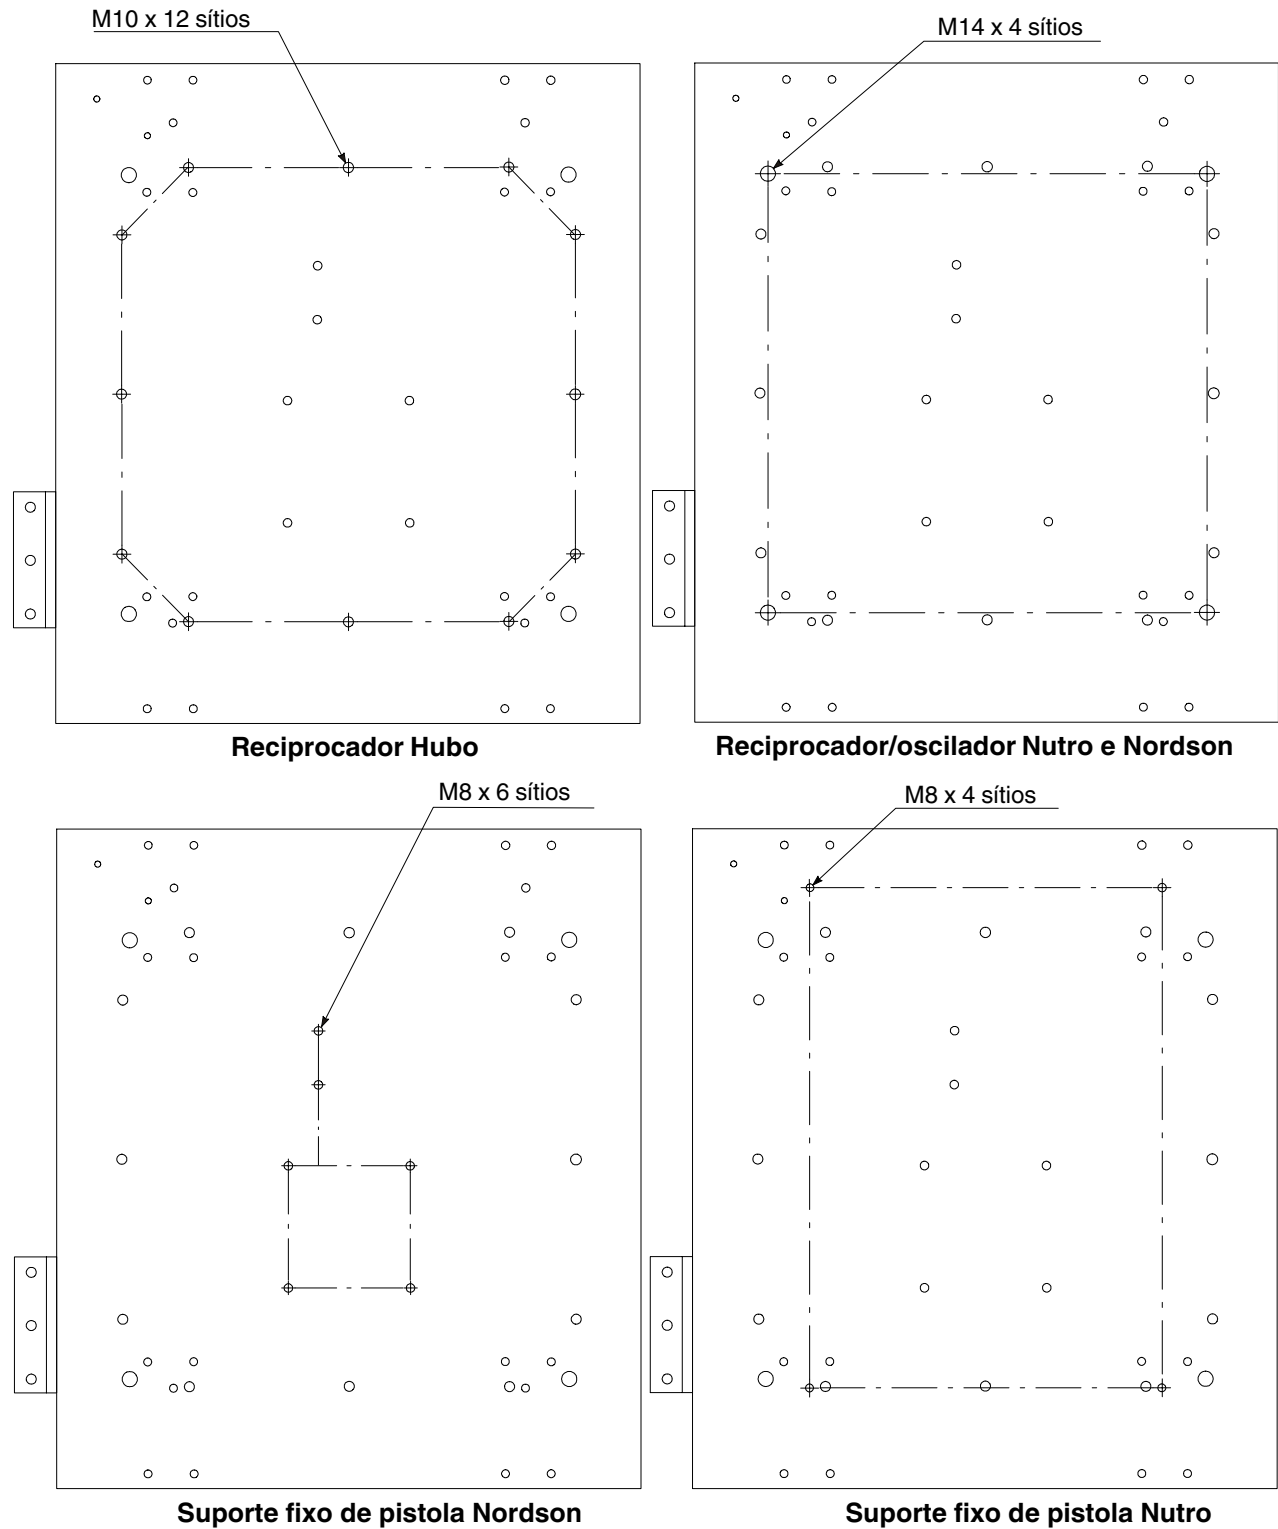

Figura 5 Padrões de furos de carro
2. Consulte as figuras 4 e 5. Utilizando o equipamento de elevação apropriado, monte o oscilador, reciprocador, ou o suporte fixo de pistola (1), no carro (2) e aparafuse-o no seu lugar ao carro com parafusos de cabeça sextavada, anilhas de segurança e anilhas planas correctamente dimensionados. A figura 5 inclui os padrões dos furos do carro para diversos suportes fixos de pistola, osciladores e reciprocadores.
4. Aparafuse a base do posicionador (3) ao chão com parafusos de ancoragem M10 x 75 (4).
5. Para proporcionar um percurso protegido para os cabos do oscilador ou do reciprocador, monte o porta-cabos (8) e a tampa (7) no posicionador do seguinte modo:
- a. Retire a placa obturadora (9) do topo do alojamento do accionamento.
- c. Monte o suporte do porta-cabos (6) no carro do posicionador como ilustrado, depois aparafuse a extremidade livre do porta-cabos ao suporte.